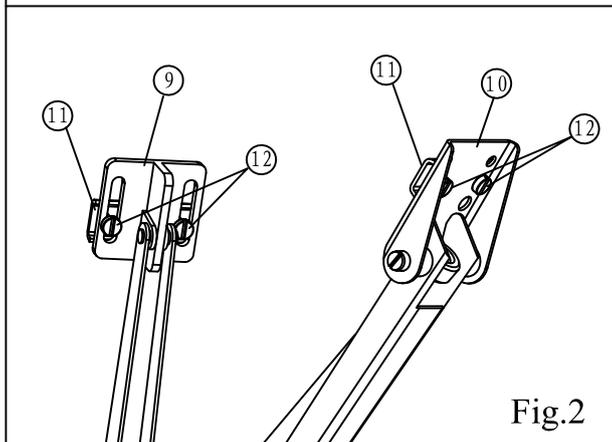
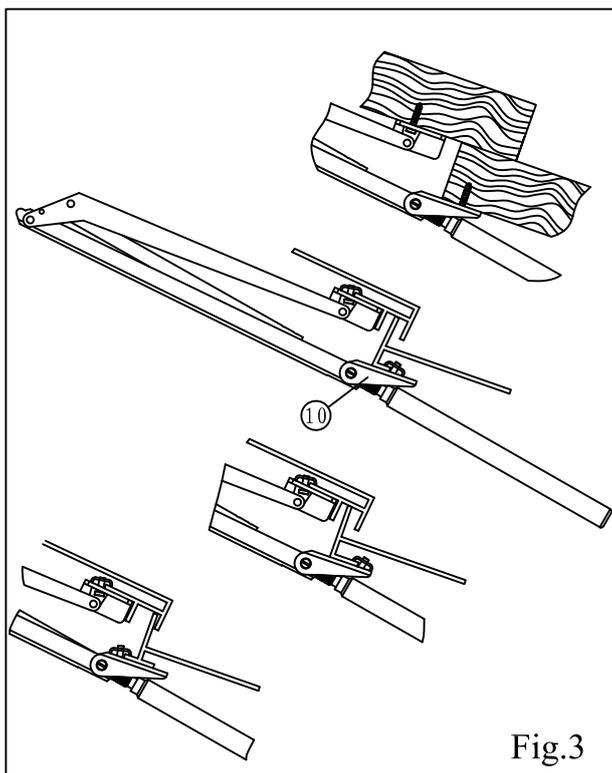

Fig.2
Fig.3
2. Используйте винты (12), чтобы слегка закрепить два зажима (11) соответственно на кронштейне для окна (9) и кронштейне рамы (10). См. рис. 2. Убедитесь, что верхний край кронштейна рамы находится близко к краю оконной рамы. Если это деревянная теплица, оконные и рамные кронштейны можно прямо закрутить в деревянные элементы. См. рис. 3.
2. Use the screws (12) to loosely fix two clamps (11) respectively to the window bracket (9) and frame bracket (10). See fig.2. Make sure the upper edge of the frame bracket is close to the edge of the window frame. If it is wooden greenhouse, the window and frame brackets can be screwed directly onto the woodwork. See fig.3.